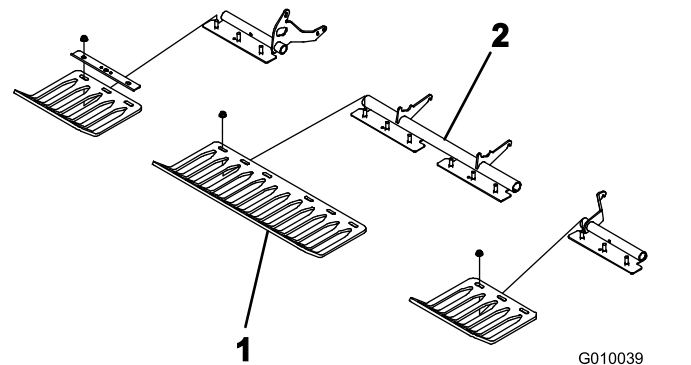

Рисунок 25
- Свободно установите травоотбойники на кронштейны с помощью 4 зажимов и 12 гаек с фланцем (Рисунок 25). Не затягивайте детали крепления.
Примечание: Зажимы травоотбойников и гайки с фланцем поставляются с завода-изготовителя прикрепленными к кронштейнам травоотбойников (Рисунок 25).